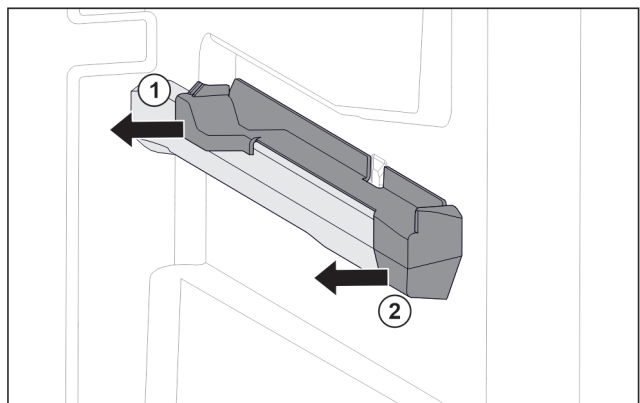

Fig. 45 Insteekelament op rechter containerrib
- ▶ Insteekelament achter naar de zijkant toe eraf trekken. Fig. 45 (1)
- ▶ Insteekelament voor naar de zijkant toe eraf trekken. Fig. 45 (2)